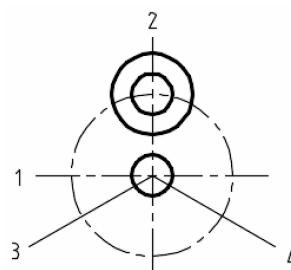

图 2-23 绘制法兰盘步骤二
(2) 分别画圆，直径为 $\phi 10$ mm、 $\phi 20$ mm、 $\phi 40$ mm，如图 2-23 所示。